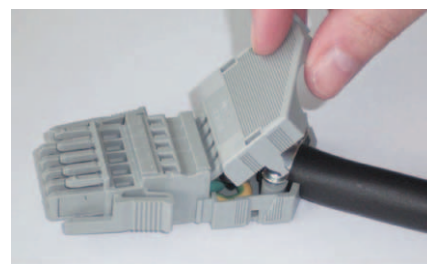

Imagen 82: Cierre de la caja de tracción
- Cierra la caja de tracción presionando la parte superior de la caja desde arriba sobre la parte inferior (imagen 82).